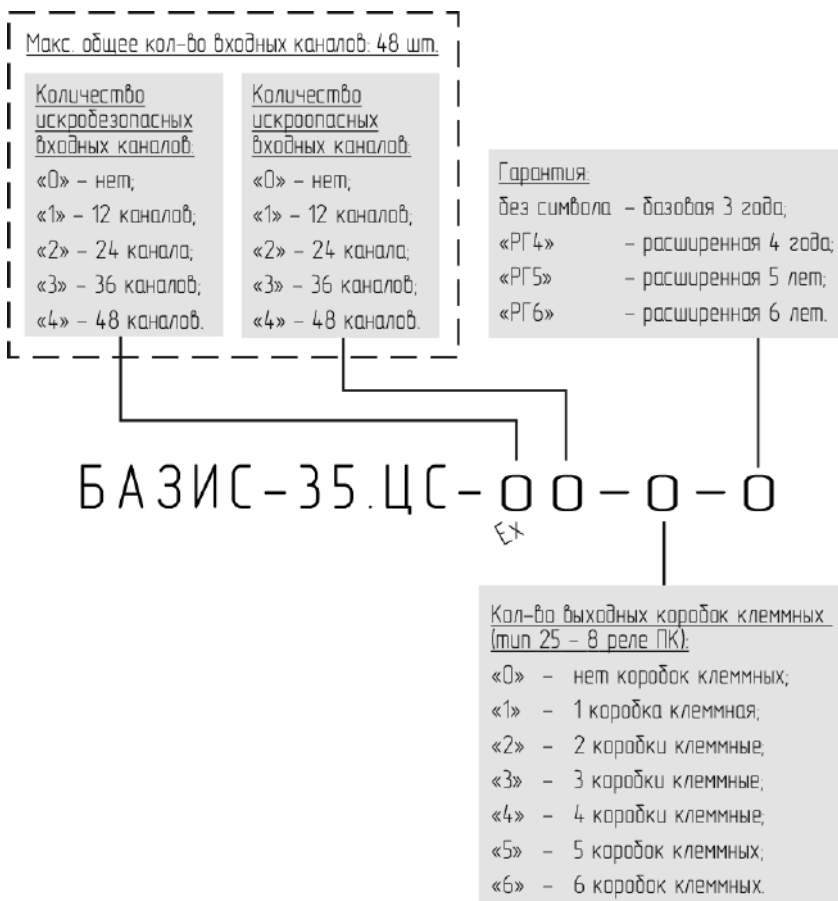

Рис. 4.1. Кодирование модификаций Контроллера, исп. БАЗИС-35.ЦС
4.3.2. Кодирование модификаций различных исполнений Контроллера приведено на рис. 4.1—4.3.